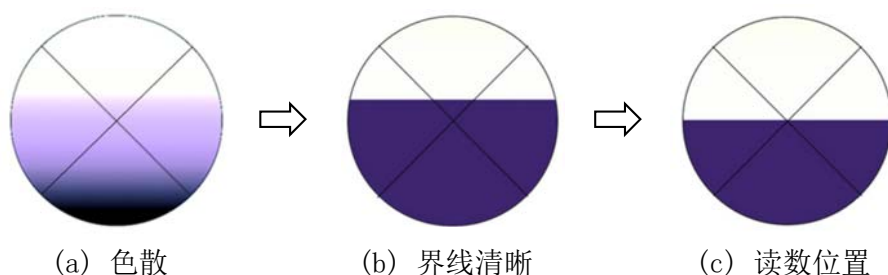

图 6 目镜成像调节显示图
8. 旋转调节手轮，使明暗分界线准确对准交叉线的交点，最终视场内呈现一个清晰的明暗临界线，如下图 6。